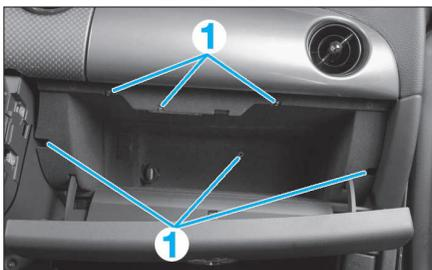

FIG. 20
- Déposer les 5 vis de fixation (1) (Fig.20) de la boîte à gants puis débrancher l'éclairage.